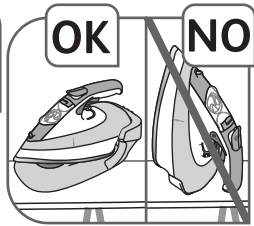

Fig. 13
- Stellen Sie das Bügeleisen in der Ruhephase nicht auf das Heck, sondern wieder auf die Station – fig.13.